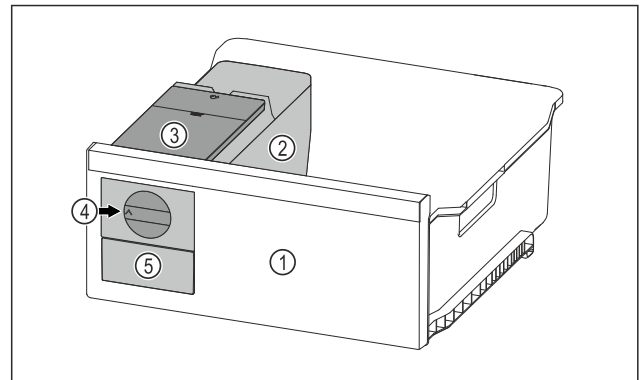

Fig. 99 Primjer izgleda
- ▶ Okrenite okretni gumb Fig. 99 (4) u smjeru kazaljki na satu do graničnika.
- ▷ Kockice leda padaju iz posude za kockice leda u ladicu za kockice leda Fig. 99 (5).